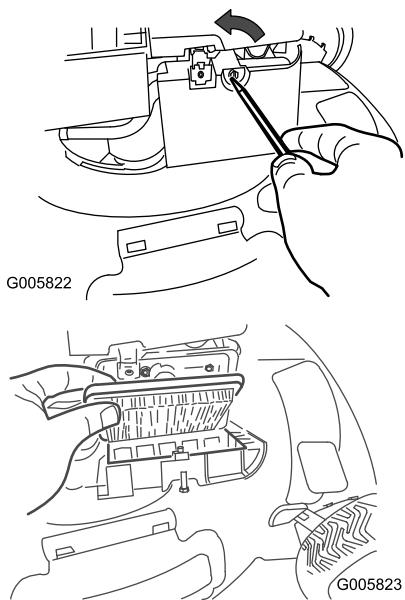

Figura 15
- Utilice un destornillador para abrir la tapa del filtro de aire (Figura 15).
- Cambie el filtro de aire (Figura 15).